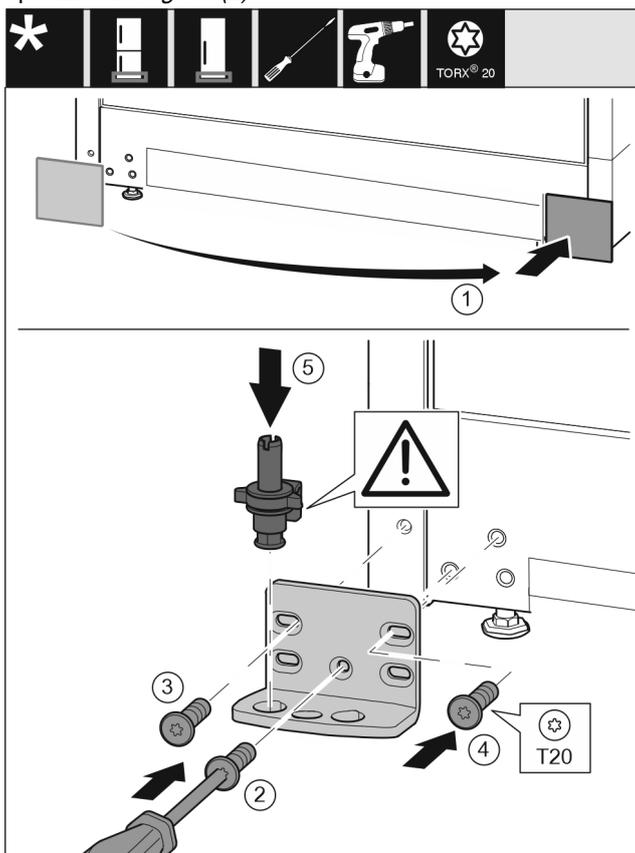

Fig. 16
- ▶ Снимите крышку и установите с другой стороны. Fig. 16 (1)
- ▶ Установите опорный кронштейн с другой стороны и прикрутите с помощью отвертки T20. Начиная с винта 2 снизу в центре. Fig. 16 (2)
- ▶ Затяните винты 3 и 4. Fig. 16 (3,4)
- ▶ Установите опорный палец в сборе. При этом следите за тем, чтобы выступ фиксатора был направлен назад. Fig. 16 (5)